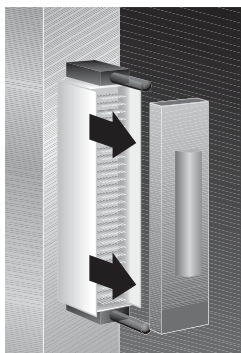

図 1. ピンカバーの削除
1. Pass-Through Module の裏にあるコネクタピンのピンカバーを削除します、以下のように図 1, ピンカバーの削除